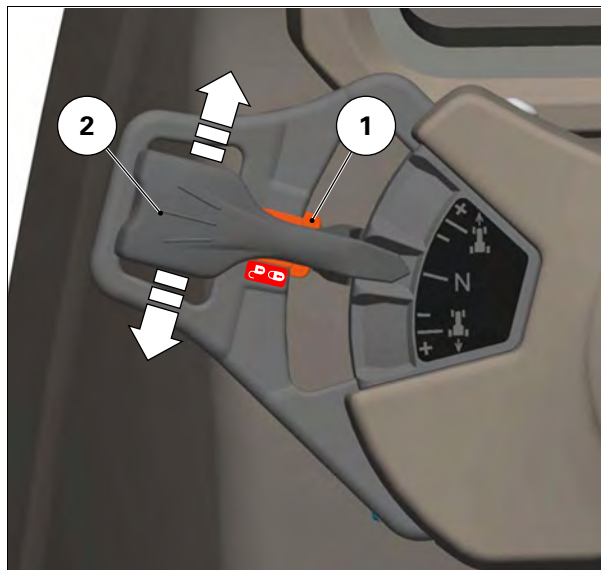

Рис. 5.
Электромеханический тормоз (ParkLock): Разблокировать выключатель тормоза (1) .рис. 5
- (1) Движение вперед: